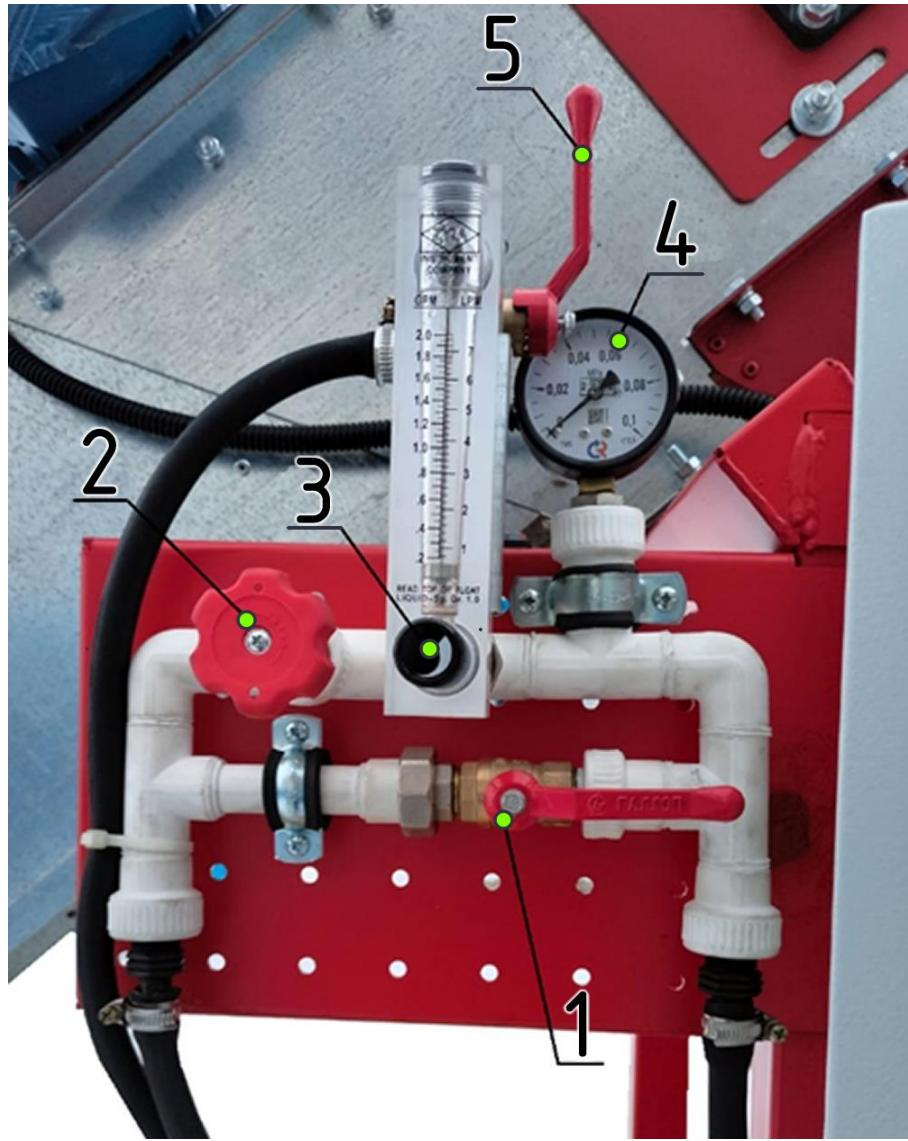

Рисунок 7.1. Система дозирования раствора.
- установить тумблер «Насос» в положение "Включено" - включается электродвигатель насоса. При этом ручки кранов (рис.7.1) должны быть в следующем положении:
8.3.3 Открыть кран дренажа (поз.1 рис.7.1).
8.3.5 Закройте кран дренажа (поз.1 рис.7.1).
8.3.5 Вращением ручки вентиля сброса давления (поз.2 рис.7.1) установить рабочее давление в системе дозирования равным 0,06 МПа, контролируя его значение по манометру (поз.4 рис. 7.1).
8.3.6 В режиме работы машины откройте кран подачи смеси на распылитель (поз.5 рис. 7.1) и с помощью регулировочного вентиля расходомера (поз.3 рис.7.1) установите необходимое значение мгновенного расхода смеси.